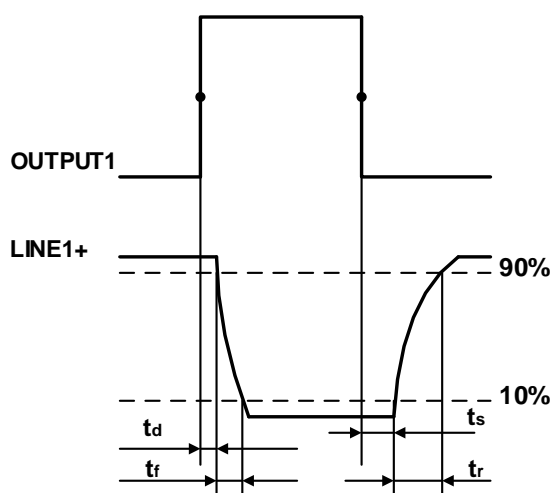

图 7-6 光耦隔离输出电路参数
- 上升沿延时=tr+td：<math>< 50\mu\text{s}</math> (0°C~45°C)，参数说明见图 7-6
- 下降沿延时=ts+tf：<math>< 50\mu\text{s}</math> (0°C~45°C)，参数说明见图 7-6
- 上升沿延时=tr+td : <20μs (0°C~45°C), 参数说明见图 7-6
- 下降沿延时=ts+tf : <20μs (0°C~45°C), 参数说明见图 7-6